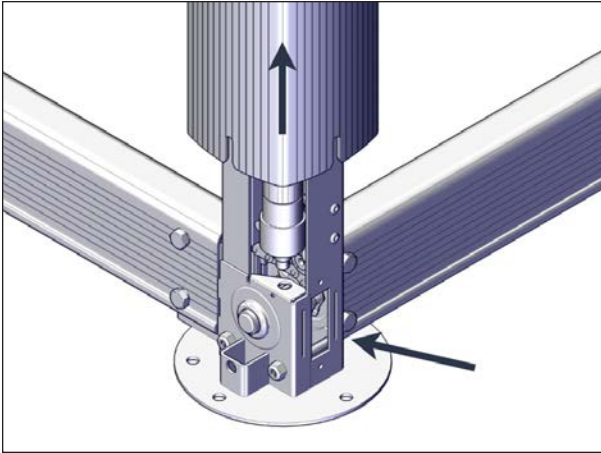

FIGURE 78: ACCÈS AUX CHAINES
2. Soulever le manchon avec les mains et le maintenir dans cette position à l'aide d'un bloc de bois, voir Figure 78.
3. Localiser la chaîne dans la partie inférieure du vérin. Une ouverture a été prévue à la base du vérin afin de donner accès à la chaîne, voir Figure 78.